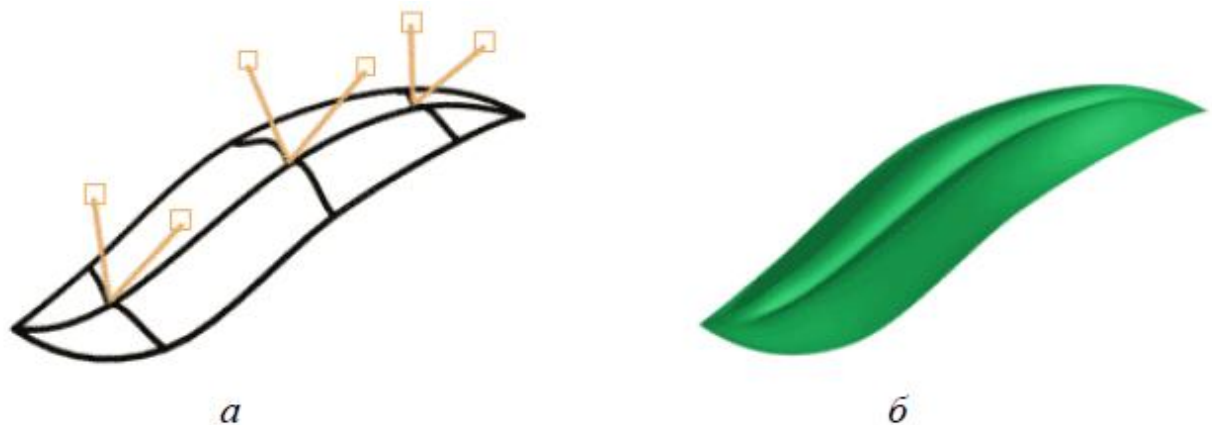

Рис. 6.5. – Образование поверхности листа
- 5) Выделите точки на внутреннем сплайне и поменяйте их тип на Bezier Corner, настройте направляющие вектора как на рис. 6.5 а. Примените модификатор Surface (для построения поверхности), а потом модификатор Shell (для придания толщины листу). Получился лист (рис. 6.5 б).